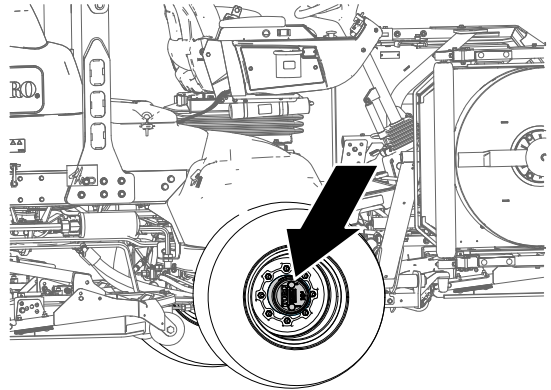

**Figura 63**
1. Abra el cierre de la tapa de la caja de almacenamiento derecha y levante la tapa (Figura 62) para tener acceso al bloque de fusibles (Figura 63).
2. Cambie el/los fusibles fundidos según sea necesario (Figura 63).